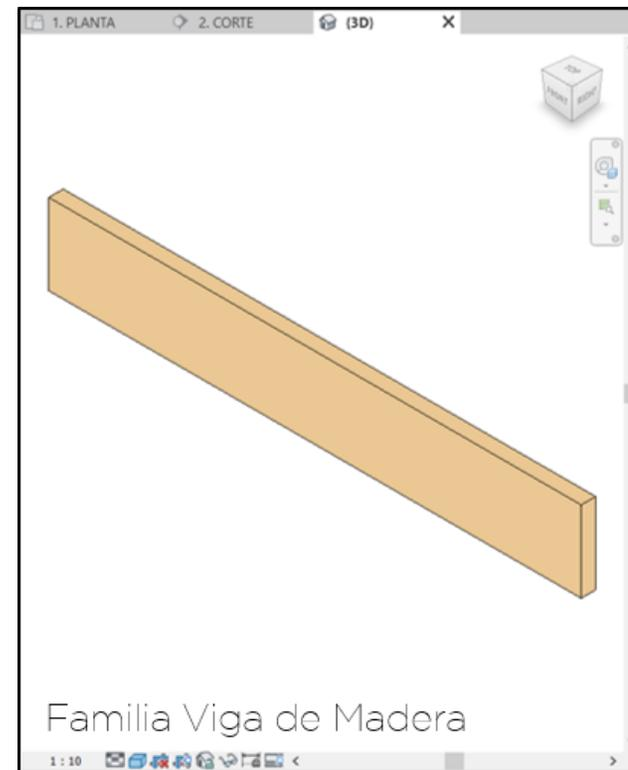

Fig. 17
- D. Se abrirá el archivo rfa. de la viga de madera. (Fig. 17)